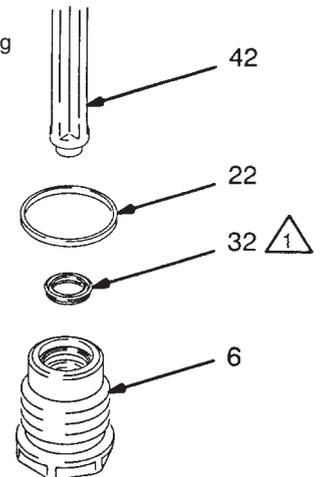

Fig. 12
10. U-Packung (32) von der Materialeinstellmutter (6) abnehmen. Siehe Abb.12 . Vorsicht, Dichtungsoberfläche und innere Muttergewindegänge nicht beschädigen.
11. Die neue U-Packung (32) mit Hilfe des Dichtungs-Montagewerkzeugs (42) einbauen, die U-förmigen Lippen müssen dabei zum Werkzeug zeigen, wie in Abb 12 gezeigt. Dadurch wird ein gleichmässiger Druck auf die U-Lippen ausgeübt, ohne sie zu beschädigen.
12. U-Packung (32) in die Materialeinstellmutter (6) hineindrücken, bis ein deutliches Einrasten fühlbar ist.
13. Neuen Packungsring (22) montieren.